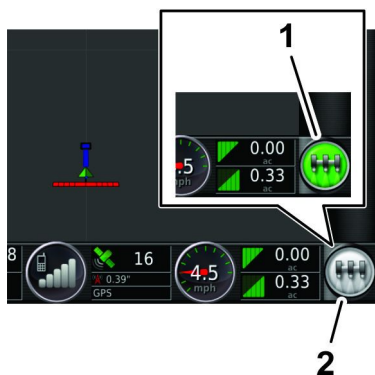

Рисунок 164
8. На управляющей консоли GeoLink нажмите значок MASTER SWITCH (ГЛАВНЫЙ ВЫКЛЮЧАТЕЛЬ) (Рисунок 164), чтобы установить его в положение ON (Вкл.) (зеленый).